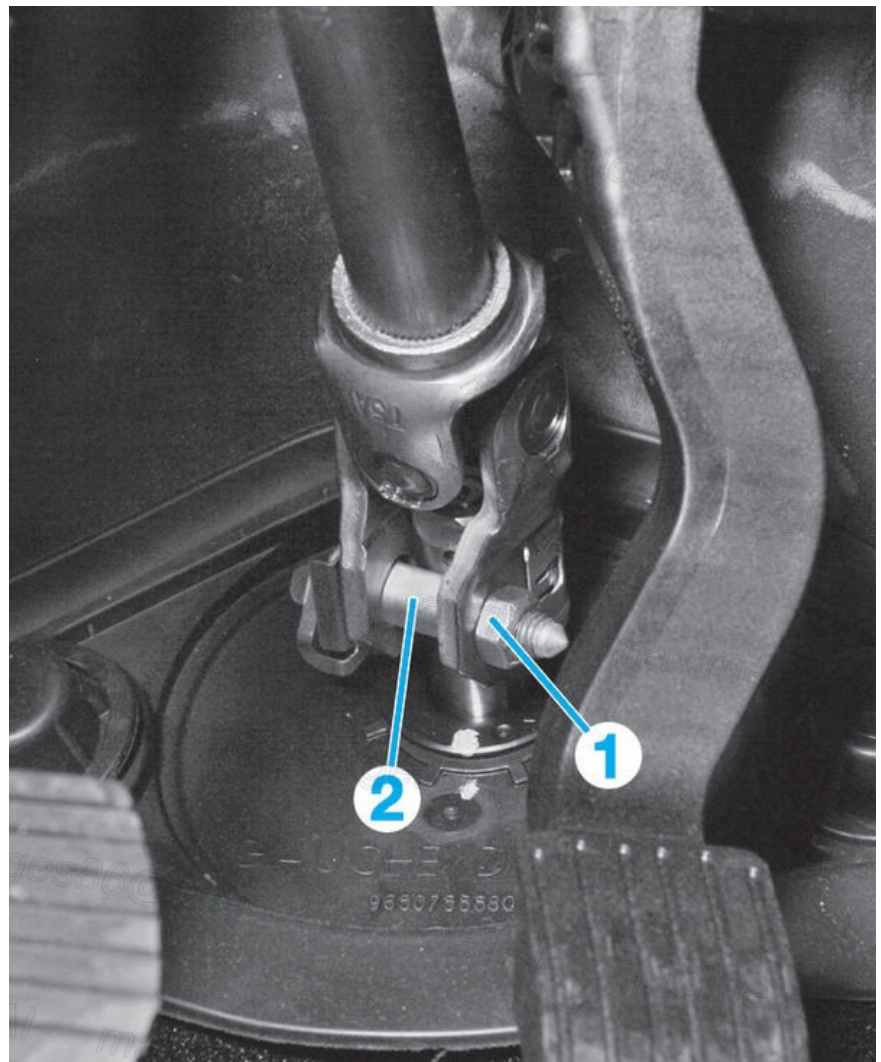

Fig.4
- Déposer l'écrou (1) puis dégager la vis (2) du clip de sécurité (Fig.4) (/media/RTA/RTA\_714/RTA714A-006-004X.jpg).